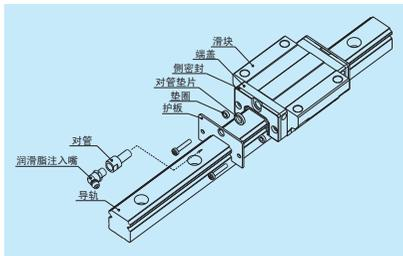

图 15 护板
(4) 护板
- 以后对标准完工品追加安装时，请利用如表 15 所表示的护板装置。（图 15）
- 护板安装后，将润滑脂注入嘴装入端盖时，需要如图 15 所示的对管垫片。